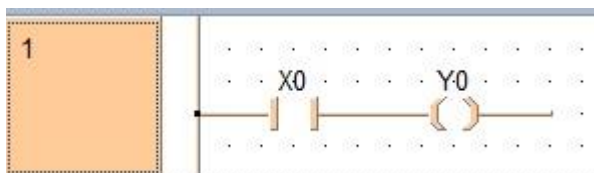

Figura 1-13b) Intrări (**contacts**) și ieșiri (**coils**)
- Se va selecta icoană  din bara de instrumente și se vor trasa (desena) conexiunile dintre intrare și ieșire precum în figura 1-13b).